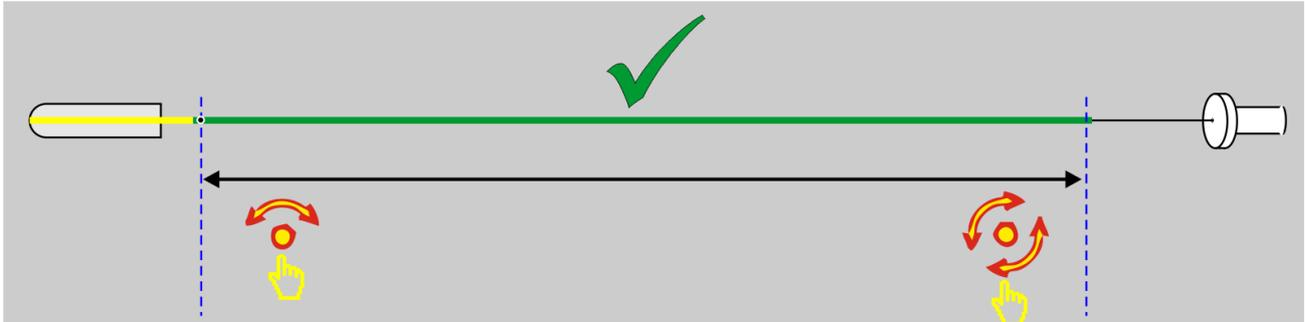

Figure 4. Scénario dans lequel la fonctionnalité Catheter Binding (Courbure cathéter) peut être utilisée en toute sécurité.
- A. Du côté pointe : lorsque vous positionnez le Bending Indicator (Indicateur de courbure) au-delà du point de reconstruction le plus distal. Le Bending Indicator (Indicateur de courbure) (demi-cercle avec pointes de flèche) ne doit pas être positionné dans la zone de 2 mm au-delà du dernier point du cathéter ou du côté pointe (ligne jaune sur la Figure 3). Il doit en revanche être placé dans la zone verte, comme indiqué sur la Figure 4.
- B. Du côté connecteur : lorsque vous positionnez un Bending Point (Point de courbure) au-delà du point de reconstruction le plus proximal. Le Bending Point (Point de courbure) (cercle avec pointes de flèche) ne doit pas être sélectionné dans la zone de 2 mm au-delà du premier point du cathéter du côté connecteur (ligne noire sur la Figure 3). Il doit en revanche être placé dans la zone verte, comme indiqué sur la Figure 4.
La Figure 4 montre comment la fonctionnalité Catheter Binding (Courbure cathéter) peut être utilisée en toute sécurité.
- Lors de l'utilisation de la fonctionnalité de courbure du cathéter, positionnez toujours les points de manipulation au milieu du cathéter reconstruit et conservez une distance par rapport au dernier et au premier point de reconstruction du cathéter (voir la Figure 4).